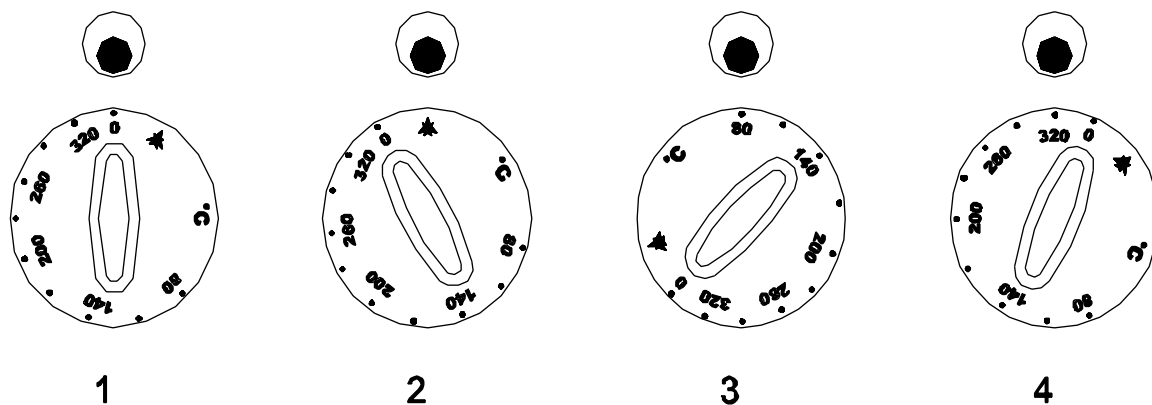

Abb. 4
- Zum Zünden der Flamme des Ofens den Knauf drücken und nach links auf pos. 2 auf *** 'Abb. 4' on page 14 *** drehen;
- der Einstellbereich der Temperatur des Ofens liegt zwischen pos. 3 und pos. 4 auf *** 'Abb. 4' on page 14 *** (80 ° - 335 °C und Zwischenwerte);
- zum Abschalten des Hauptbrenners den Knauf nach rechts auf pos. 2;
- zum Abschalten der Zündflamme den Knauf nach rechts auf pos. 1 drehen.